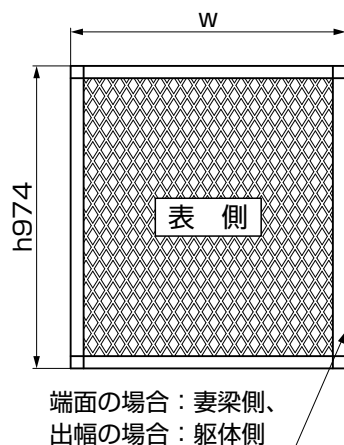
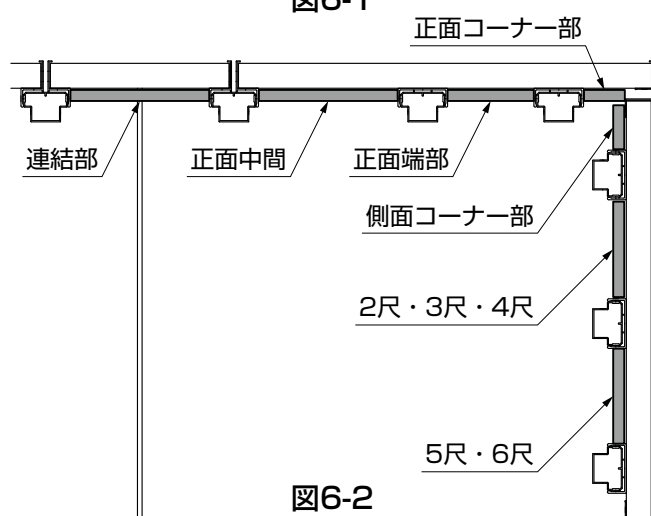

図6-1
図6-2
- ①図6-1、図6-2、表6-1を参照して足掛け防止ネットの取付け位置を確認してください。